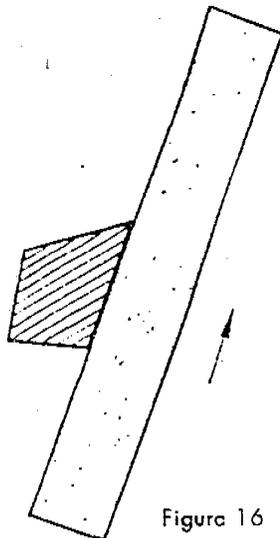

Figura 16
- a. Afilar la cara de incidencia lateral (Figura 16).